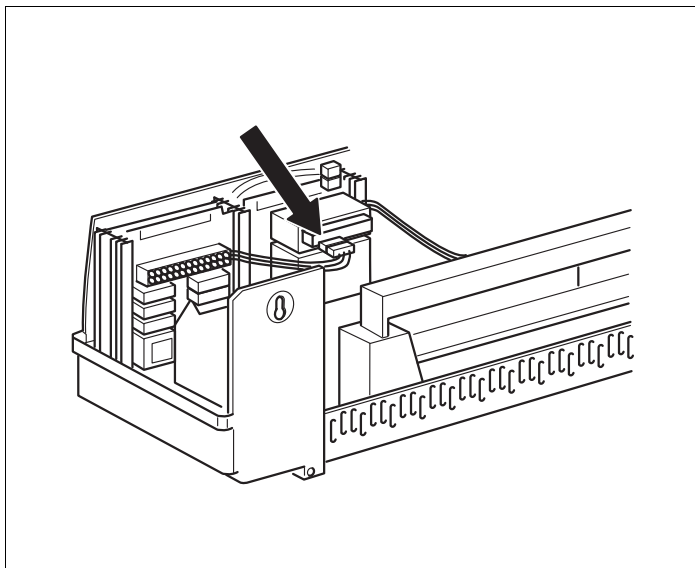

Рис. 16 Подключение напряжения 230 В
- Вставьте соединительный штекер (230 В) модуля в предусмотренный для него разъем на штекерной планке (при подключении модуля в разъеме 2, → рис. 16).